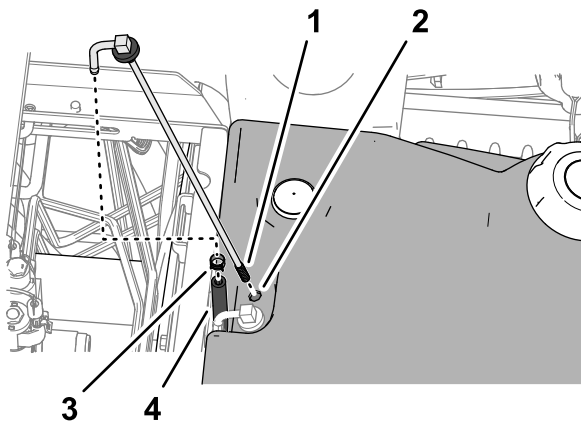

Figure 132
3. Retirez le collier qui fixe la durite au tube d'admission de carburant (Figure 132).
5. Nettoyez la crépine au bout du tube d'admission de carburant (Figure 132).